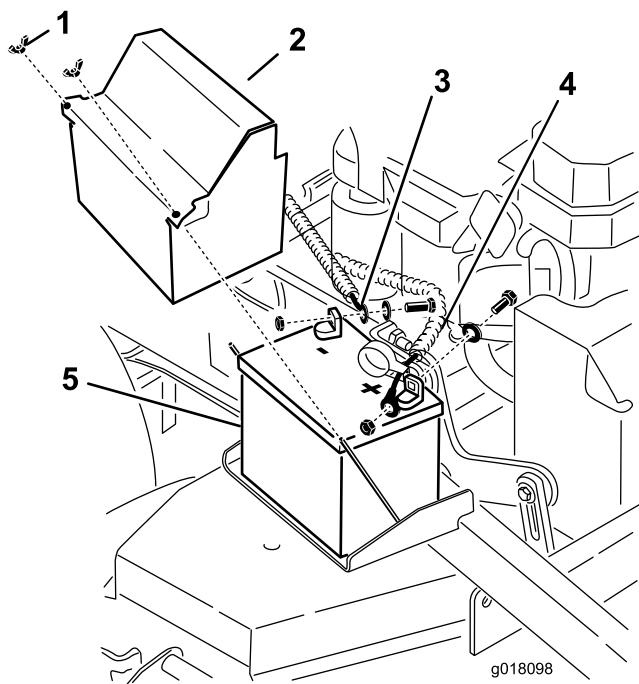

Figura 50
3. Levante la cubierta de goma negra del cable negativo. Desconecte el cable negativo del borne negativo (-) de la batería (Figura 50).
4. Retire la cubierta de goma roja del borne positivo (rojo) de la batería. Luego retire el cable positivo (rojo) de la batería (Figura 50).
5. Retire la pletina de sujeción de la batería (Figura 50), y retire ésta.
1. Coloque la batería en la máquina (Figura 50).
3. Conecte primero el cable positivo (rojo) al borne positivo (+) de la batería con una tuerca, una arandela y un perno (Figura 50). Deslice la cubierta de goma sobre el borne.
4. Luego conecte el cable negativo y el cable de tierra al borne negativo (-) de la batería con una tuerca, una arandela y un perno (Figura 50). Deslice la cubierta de goma sobre el borne.